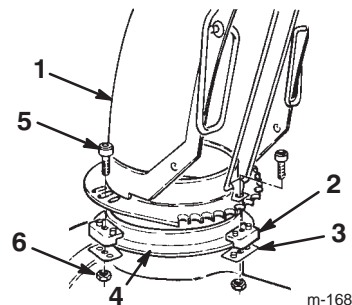

Figure 7
1. Appliquez une fine couche de graisse pour basse température sur la couronne de l'éjecteur (Fig. 7).
2. Placez l'éjecteur (ouverture vers l'avant) sur l'ouverture d'éjection de sorte que les dispositifs de retenue se trouvent sur la couronne (Fig. 7).
3. Serrez la vis et le contre-écrou de gauche pour positionner le dispositif de retenue en appui contre la plaque de retenue et pour fixer l'éjecteur à la couronne (Fig. 7).
4. Poussez les autres dispositifs de retenue vers l'éjecteur (fendu) et serrez les vis (Fig. 7).
5. Vérifiez que l'éjecteur pivote librement sur la couronne. S'il résiste, déplacez le dispositif de retenue droit vers l'extérieur (Fig. 7).